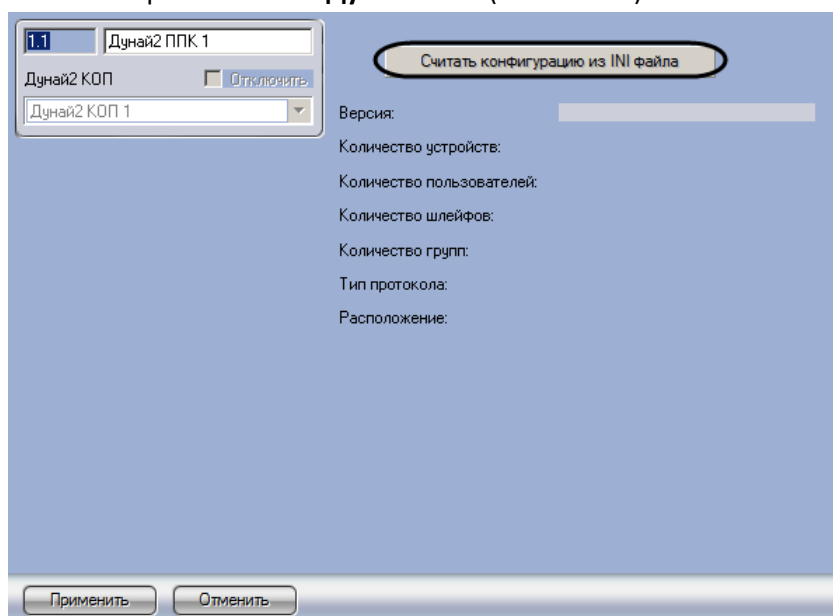

Рис. 3.3—2 Считывание конфигурации ОПС Дунай 2
2. Нажать на кнопку **Считать конфигурацию из INI файла** (см. Рис. 3.3—2).